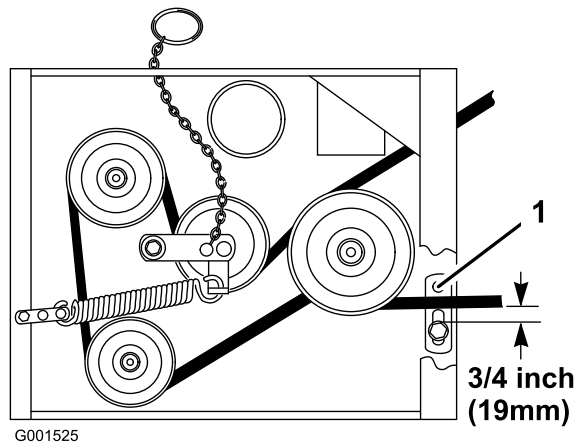

Figura 48
- Compruebe que la guía de la correa, situada debajo del bastidor del motor, está ajustada correctamente (Figura 48).
Nota: La distancia entre la guía de la correa y la correa del cortacésped debe ser de 19 mm (3/4 pulg.) cuando la correa del cortacésped está engranada (Figura 48). Ajuste la correa del cortacésped si es necesario. La correa no debe rozar ni salirse de la polea si las guías y la tensión de la correa están correctamente ajustadas.